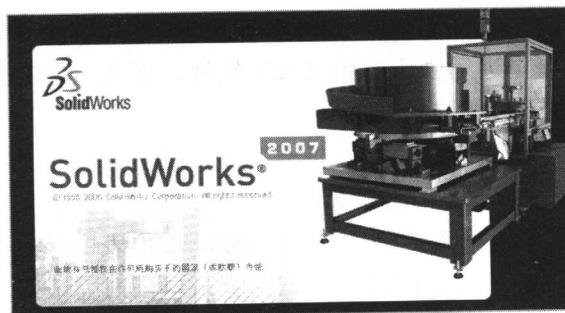

图 1-1 启动画面
(1) 双击桌面上的 SolidWorks 2007 快捷方式图标，就可以启动 SolidWorks 2007，SolidWorks 2007 启动画面如图 1-1 所示。